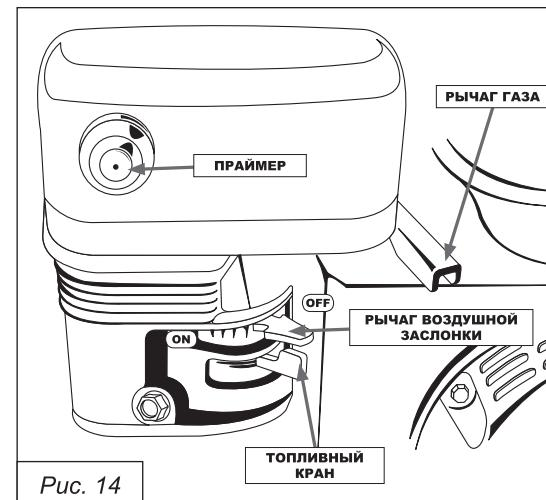

Рис. 14
Рычаг закрывает воздушную заслонку карбюратора и способствует запуску двигателя (рис. 14).
Рычаг управления дроссельной заслонкой расположен на двигателе. Предназначен для регулировки оборотов двигателя (рис. 14).
4. Поверните ручку управления воздушной заслонкой в положение «ON» (холодный старт двигателя) (рис. 14).
5. Нажмите праймер два-три раза при холодном двигателе, убедившись, что при нажатии Вы перекрываете отверстие в центре (рис. 14).